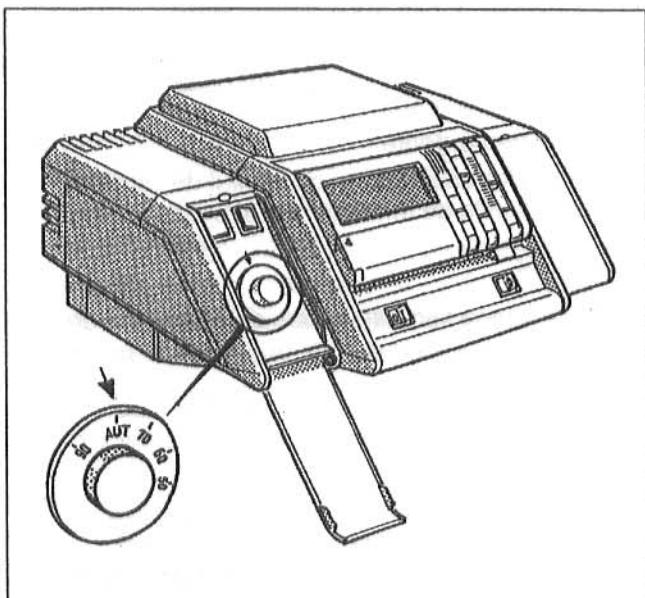

Fig. 2: Aparatul de reglare al temperaturii apei cazonului
- Se deschide clapa de acoperire din stânga a aparatului de reglare (Fig. 2).
- Aparatul de reglare al temperaturii apei cazonului (Fig. 2) se aduce pe poziția "AUT".